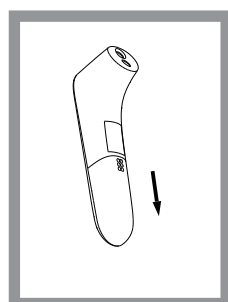

Figura 8
- Deslice la tapa de la batería hacia abajo como se muestra en la Figura 8.